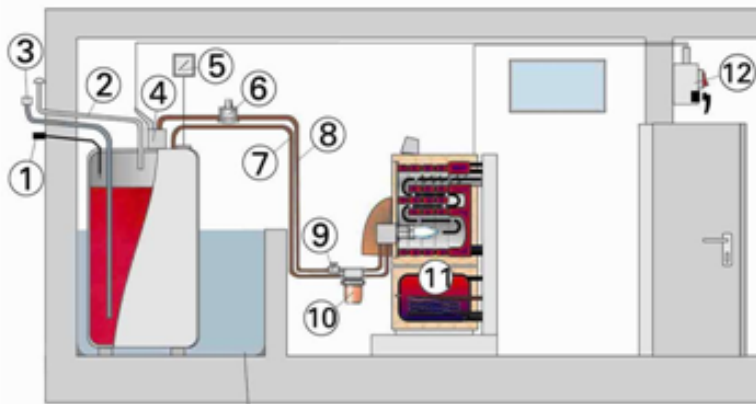

Abbildung 1 Heizraum mit Wärmeerzeuger und Öltank
- a) Ordnen Sie die Positionsnummern aus Abbildung 1 den entsprechenden Begriffen auf der Checkliste zu.
Angaben zur vorhandenen Öltankanlage (siehe Abbildung 1):